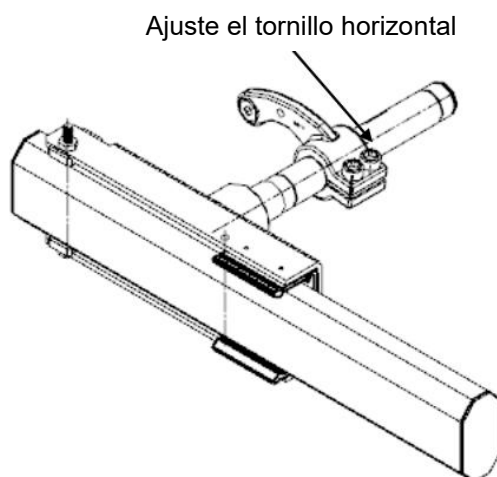

Figura 2-1
3. Ajuste la posición de la pluma (posición horizontal, como se muestra en la figura 2-1)